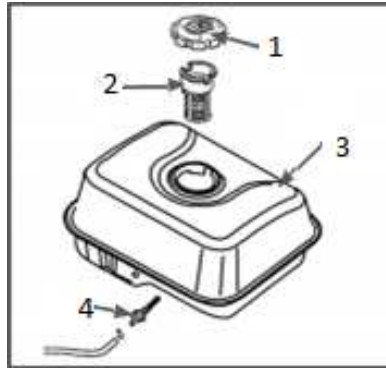
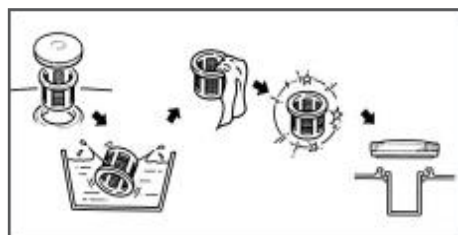

Рис. 22 Расположение топливных фильтров
Рис.23
В топливном баке установлены два сетчатых топливных фильтра. Один фильтр устанавливается в заливной горловине топливного бака. Второй фильтр конструктивно объединен со штуцером топливного бака и установлен внутри бака (Рис. 22).
Топливный фильтр 2 (Рис. 22), установленный в горловине бака, проверяйте при каждой заправке бака топливом.
При необходимости вынимайте сетчатый фильтр из бака и производите его очистку (Рис. 23).
Рис. 23 Обслуживание фильтра заливной горловины топливного бака. Через каждые 300 часов работы необходимо производить очистку топливного бака от грязи и конденсата. Одновременно с очисткой топливного бака необходимо проверять и очищать фильтр 4, установленный внутри бака (Рис. 22). Поврежденный или сильно загрязненный фильтр необходимо заменить.
3. Выкрутите из топливного бака выходной штуцер и произведите его очистку (Рис. 23). Внимательно осмотрите сетчатый фильтр. При обнаружении механических повреждений замените штуцер топливного бака. 4. Промойте топливный бак чистым бензином.